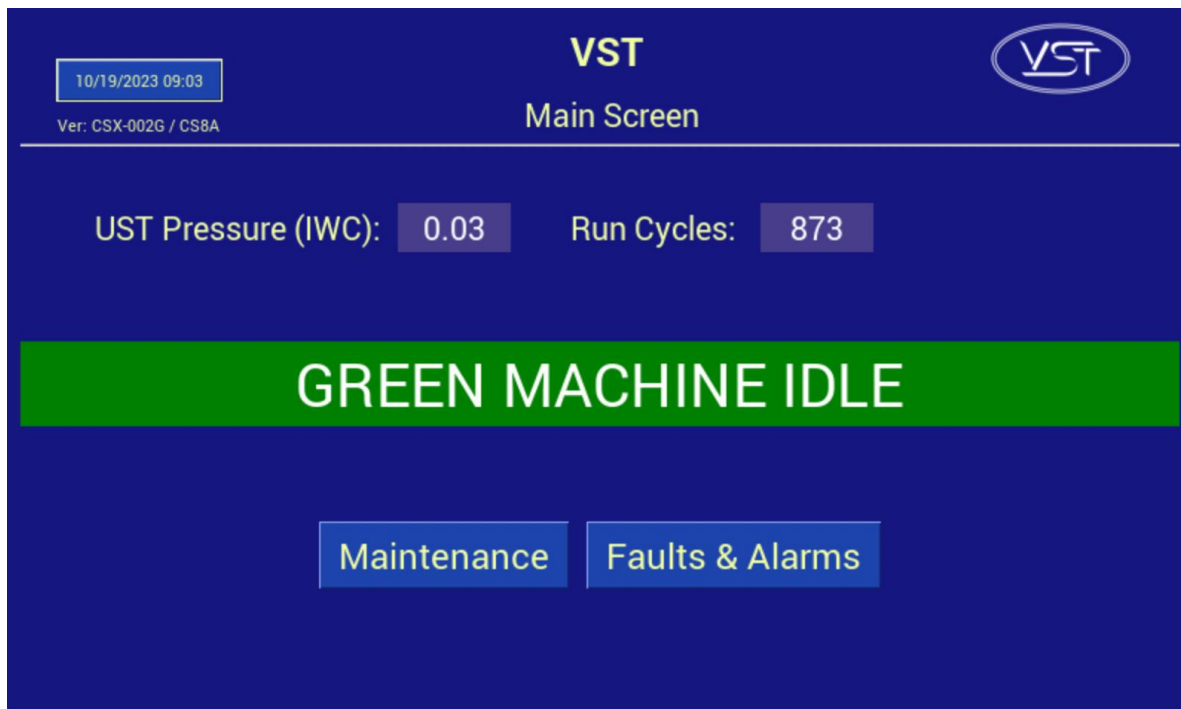

Figura 4-1: Pantalla principal
- El panel de control de VST está diseñado para manejar las funciones de la GREEN MACHINE en función de la presión del vapor del UST. La **Figura 4-1** muestra la parte frontal del panel de control con los siguientes elementos:
**Vea la Figura 4-1.**